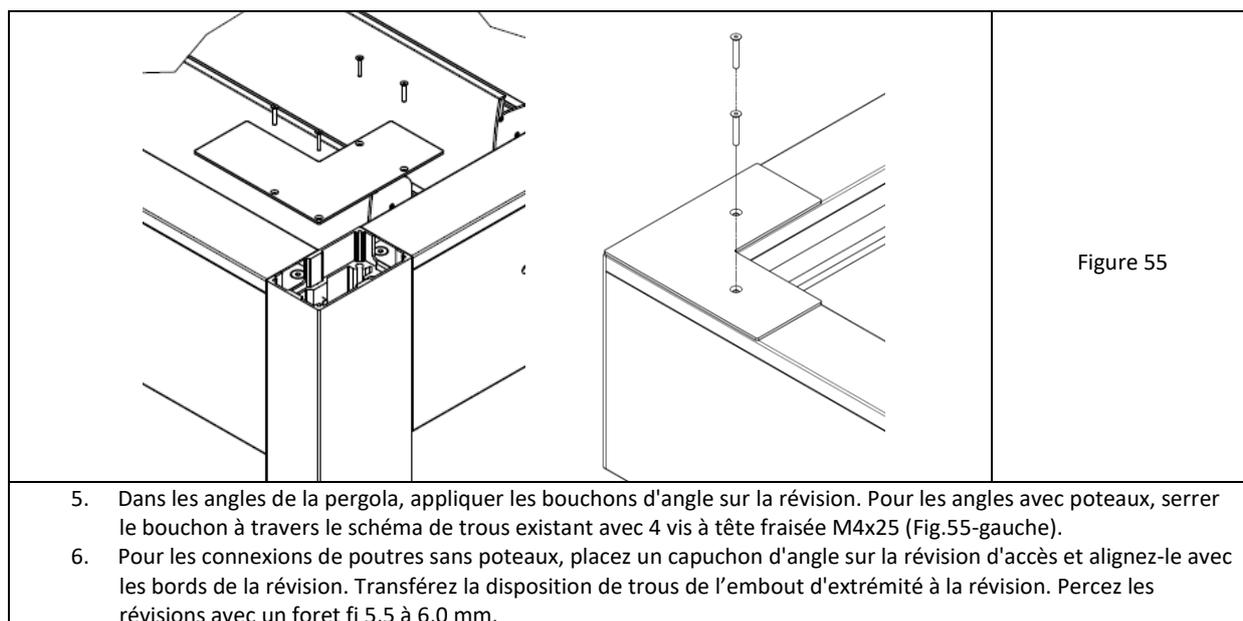

Figure 55
5. Dans les angles de la pergola, appliquer les bouchons d'angle sur la révision. Pour les angles avec poteaux, serrer le bouchon à travers le schéma de trous existant avec 4 vis à tête fraisée M4x25 (Fig.55-gauche).
- Il est recommandé de dégraisser le dessous de l'embout et d'appliquer un produit d'étanchéité avant l'application. Placer les bouchons d'obturation sur les révisions et ajuster les trous. Serrez par le haut avec des vis à tête fraisée M5x35 avec une douille à six pans creux (Fig. 55-droite). Après le serrage, scellez les têtes de vis avec de scellant.